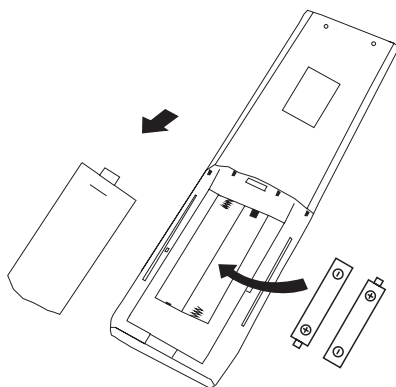

Рис. 6.3.
1. Снимите крышку батарейного отсека, сдвинув ее в направлении, указанном стрелкой (рис. 6.3).